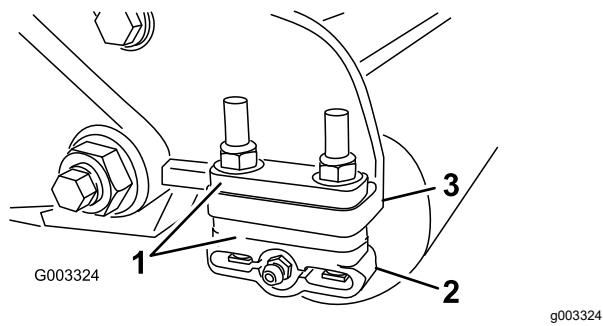

図 12
1. 図 12に従って、サイドプレート取り付けフランジ(図 12)の下に必要な枚数のスペーサーを入れて、後部ローラーブラケット 戻り高さと下刃の選択表(ページ 13)を希望の刈高範囲に調整する。